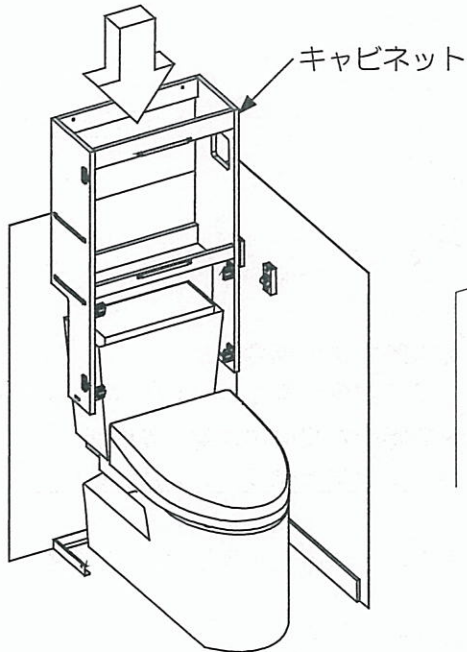

図5-1
- (1) タンクの上から落とし込むようにキャビネットを置いてください。(図5-1)